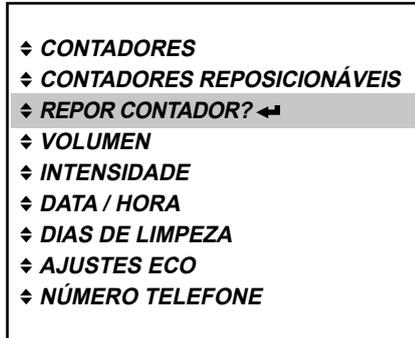

Fig. 56
- No modo de entidade exploradora, ative o menu «CONTADOR REPOSICIONÁVEL?» e pressione a tecla enter **↵**, para acessar ao mesmo. (Fig. 56)